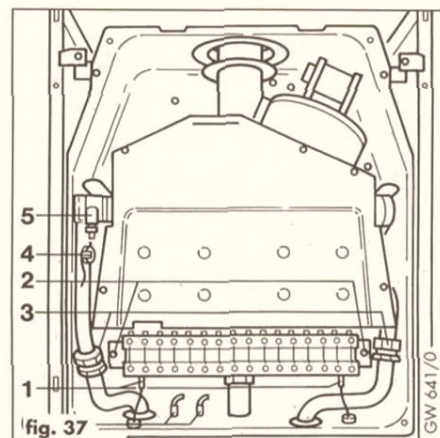
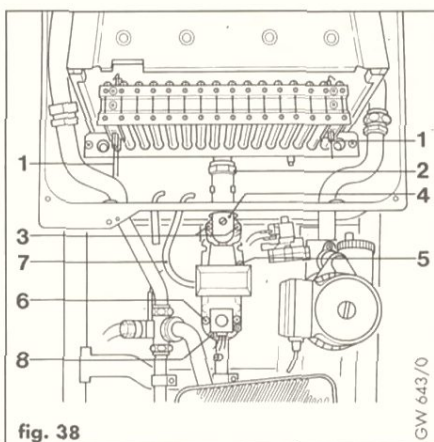
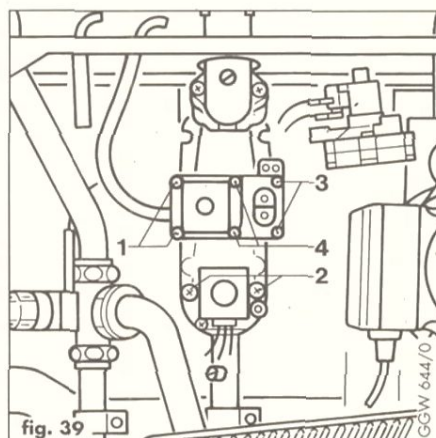

fig. 37
fig. 38
fig. 39
- Scollegare i fili dagli elettrodi di accensione e rilevazione di fiamma (1, fig.37).
- Allentare il raccordo gas (2, fig.38), togliere le viti (2, fig.37) e sfilare in avanti il bruciatore.
- Svitare il raccordo gas (2, fig.38) ed estrarre la rampa ugelli dall'apparecchio.
- Togliere la vite (5, fig.38) e rimuovere la copertura in plastica del gruppo gas.
- Scollegare dal gruppo gas il tubetto (7, fig.38), togliere le viti (1 e 3, fig.39) ed estrarre l'operatore gas con il magnete.
- Togliere le viti (3, fig.38), allentare la vite di fissaggio del gruppo gas (8, fig.38) e sollevarlo inclinandolo sul lato sinistro.
- Rimettere il gruppo gas nella posizione originaria, serrare la vite (8, fig.38) ed in seguito le viti (3, fig.38).
- staccare il cavetto della sonda NTC (4, fig. 37).
- svitare i raccordi (3, fig. 37) ed estrarre lo scambiatore con i tubi, facendolo scorrere sulle guide.